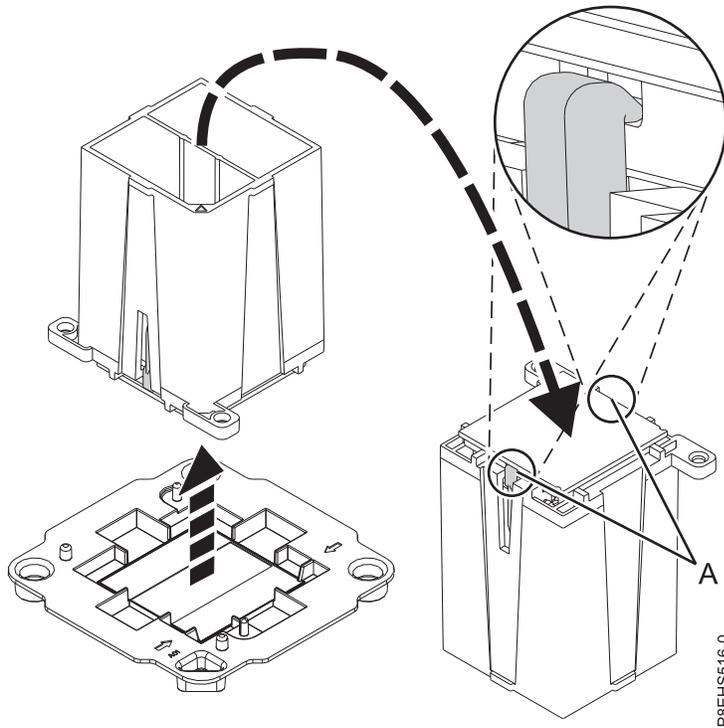

Figura 98. Preparación de la instalación del módulo del procesador del sistema
- b. Asegúrese que los dos agarres (A) sujeten firmemente el módulo del procesador del sistema, como se muestra en la Figura 98.